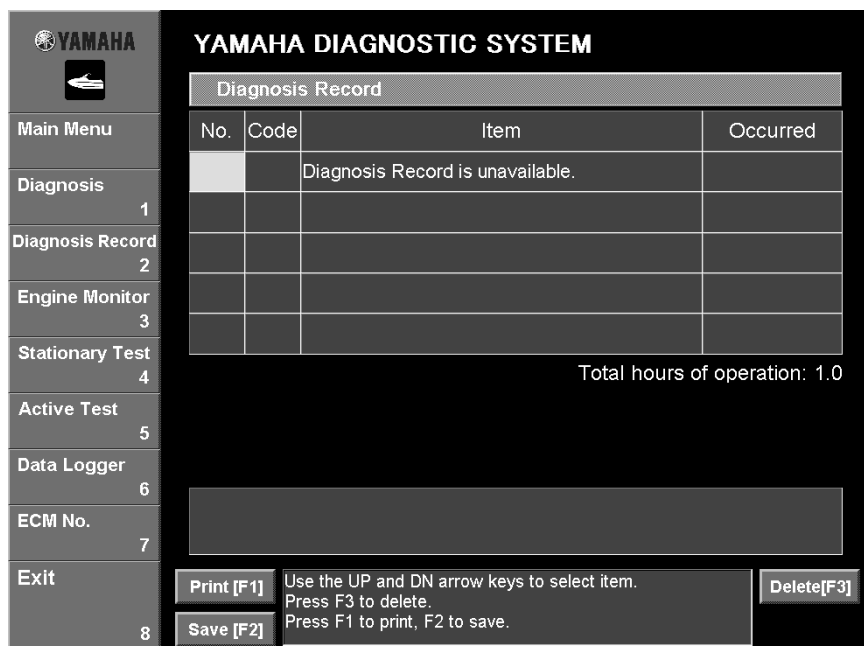
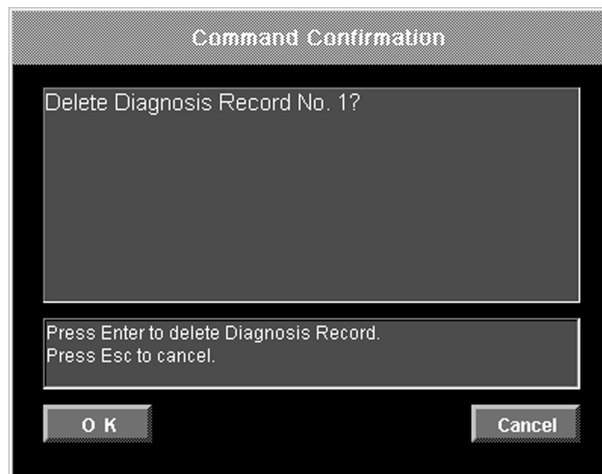

Fig. 33
Fig. 35
When a Diagnosis record is not available, "Diagnosis Record is unavailable" is displayed. (Fig. 33)
Lorsqu'un enregistrement de diagnostic n'est pas disponible, la mention "Diagnosis Record is unavailable" (enregistrement de diagnostic non disponible) s'affiche (Fig. 33).
Ist eine Diagnoseaufzeichnung nicht erhältlich, wird "Diagnosis Record is unavailable" (Diagnoseaufzeichnung nicht erhältlich) erscheinen. (Abb. 33)
Cuando no hay disponible un registro de diagnóstico, aparece el mensaje "Diagnosis Record is unavailable". (Fig. 33)
2. Click the **Delete [F3]** button or press the F3 key on your keyboard. (See fig. 33.) A confirmation message appears. (Fig. 35)
2. Cliquer sur le bouton **Delete [F3]** (effacer) ou appuyer sur la touche F3 du clavier (voir la fig. 33). Un message de confirmation s'affiche (Fig. 35).
2. Klicken Sie auf das Feld **Delete [F3]** oder drücken Sie die F3 Taste auf Ihrer Tastatur. (Siehe Abb. 33.) Eine Bestätigungsmeldung erscheint. (Abb. 35)
2. Haga clic en el botón **Delete [F3]** o pulse la tecla F3 del teclado. (Ver fig. 33.) Aparece un mensaje de confirmación. (Fig. 35)
3. Click the **OK** button or press the Enter key on your keyboard. (Fig. 35) The selected item is deleted. To cancel deleting the item, click the **Cancel** button or press the Esc key on your keyboard.
3. Cliquer sur le bouton **OK** ou appuyer sur la touche Entrée du clavier (Fig. 35). L'élément sélectionné est effacé. Pour annuler l'effacement d'un élément, cliquer sur le bouton **Cancel** ou appuyer sur la touche Echap du clavier.
3. Klicken Sie auf **OK** oder drücken Sie die "Enter"-Taste auf Ihrer Tastatur. (Abb. 35) Das ausgewählte Datenfeld ist gelöscht. Um das Löschen des Datenfeldes abubrechen, klicken Sie auf **Cancel** oder drücken Sie die "Esc"-Taste auf Ihrer Tastatur.
3. Haga clic en el botón **OK** o pulse la tecla Intro en el teclado. (Fig. 35) El elemento seleccionado se borra. Para cancelar el borrado del elemento, haga clic en el botón **Cancel** o pulse la tecla Esc del teclado.